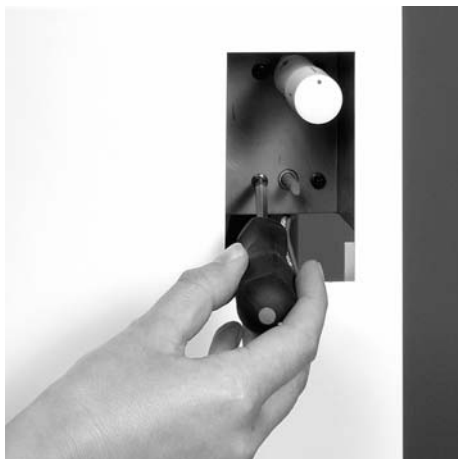

Fig.3 Fixez le potentiomètre
- Vissez le potentiomètre à la plaque du thermostat à travers l'ouverture de la paroi frontale à l'aide des vis 3,5x9,5 jointes (Fig.3).